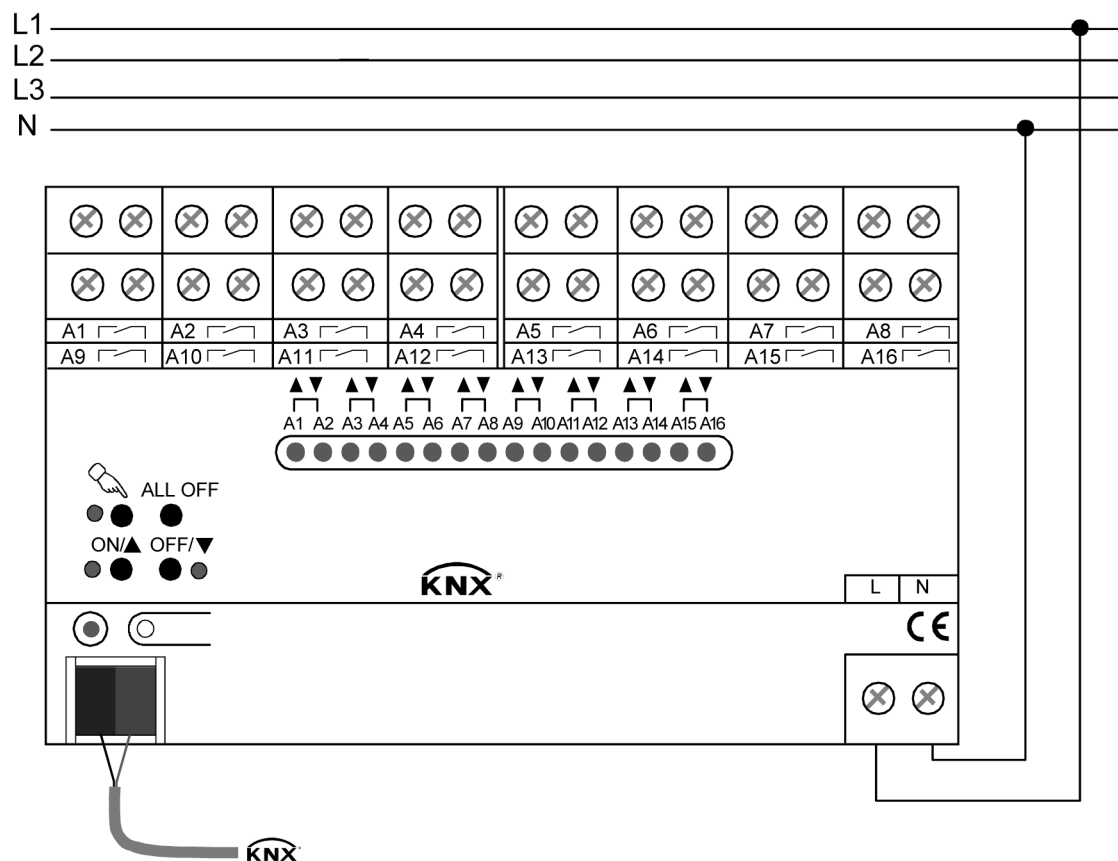

Figure 4: Raccordement électrique de l'alimentation en tension secteur
- Réaliser la connexion de bus (bornes de bus standard) et le raccordement de l'alimentation en tension secteur selon (figure 4) (exemple de raccordement).